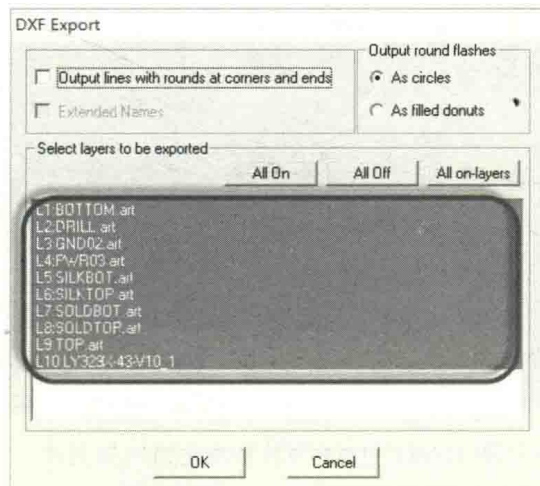

图 11-102 DXF 文件的导出
(1) 在 CAM350 界面中，执行菜单命令“File-Export-DXF...”，进行导出操作，选择导出所有层，如图 11-102 所示。